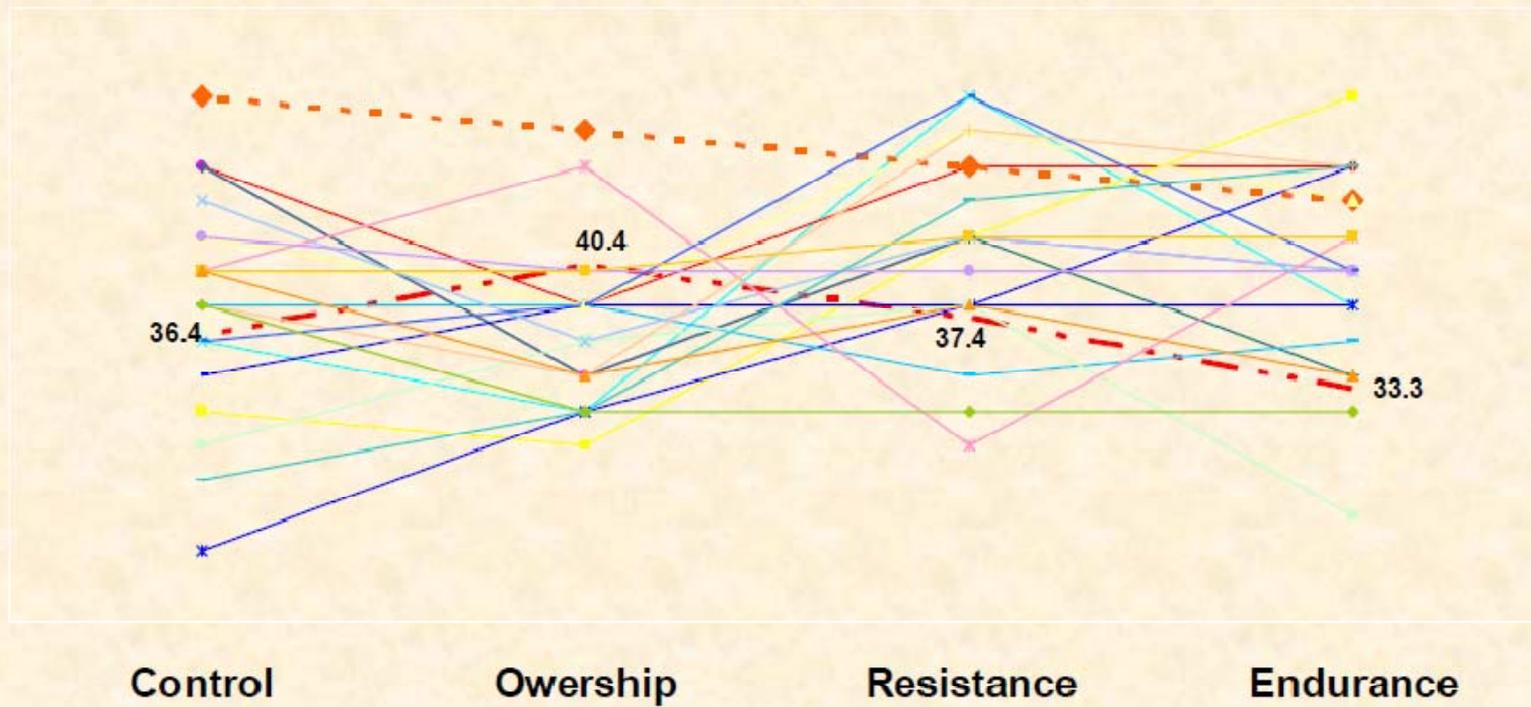

Figura 12d – Coeficiente de adversidad
*En las siguientes figuras les comparto los resultados que obtuve para el equipo de compras de la línea aérea AVIACSA (Figura 12d, 12e, 12f, 12g, 12g, 12h, 12i, 12j, 12k, 12l).*